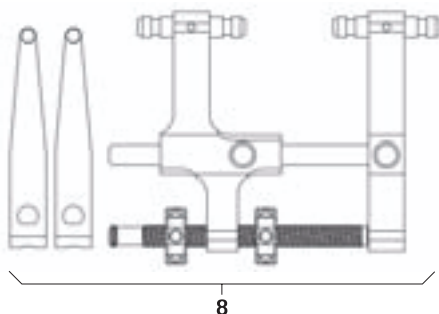

Fig. 14
- Monter le distracteur **8** avec les lames de distraction, voir Fig. 14.